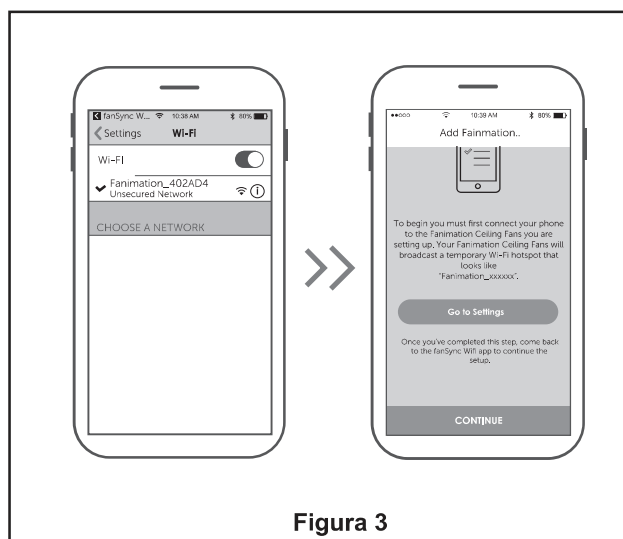

Figura 3
3. Seleccione el dispositivo Fanimation_XXXXXX y vuelva a la App fanSync Wifi y pulse "CONTINUAR". (Figura 3)